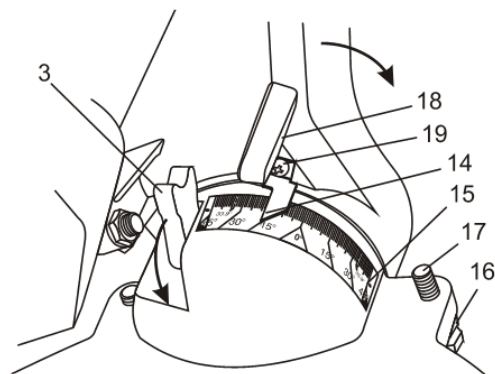

Fig. 14
1. Tournez la butée de biseau à 0° (3) vers vous afin qu'elle s'emboîte dans le moulage (Fig. 14).
3. Faites tourner la tête de coupe dans le sens des aiguilles d'une montre jusqu'à ce que l'indicateur de biseau (14) pointe directement sur la marque de 45° (15) sur l'échelle de biseau.
5. Réglez la butée de biseau à 45° de droite en desserrant le contre-écrou (16) et en déplaçant la vis d'assemblage (17) vers l'intérieur ou l'extérieur selon les besoins, puis serrez le contre-écrou tout en maintenant la vis d'assemblage avec une clé de 13 mm.